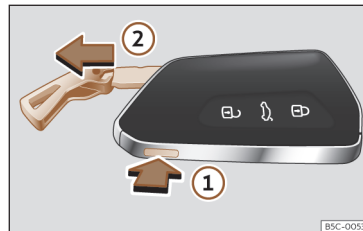

Fig. 65 Chave do veículo: retirar o palhetão.
- Pressione o botão >>> **Fig. 65 ①** para fazer sair a argola em forma de porta-chaves e poder retirar o palhetão ②. Se pressionar levemente a argola, esta ficará fixa em forma de porta-chaves.
- Pressione o botão >>> Fig. 65 ① para desbloquear. Mantenha o botão pressionado ① e, simultaneamente, puxe a argola na direção da seta >>> Fig. 65 ② para retirar totalmente o palheto.